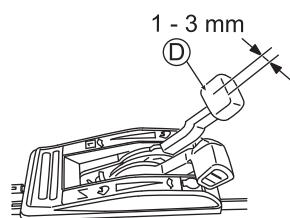

Fig. 27
Ajuste a folga da alavanca de ajuste de velocidade (D) em 1 – 3 mm, como mostrado na fig. 27.